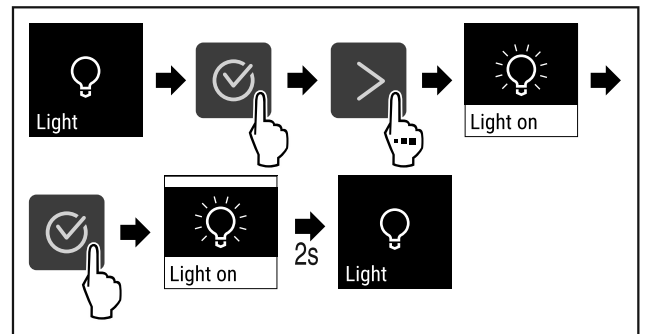

Fig. 68
- ▶ Atlikite veiksmus (žr. Fig. 68).